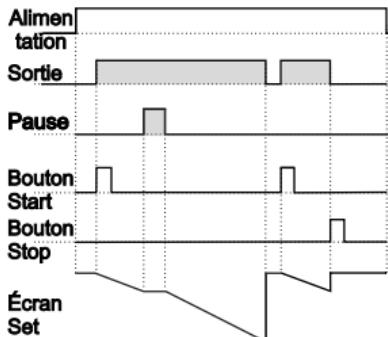

Figure 1.1
1.1.1 Si le décomptage est **dEct** = 1 et que **outF** est **o-n**, le schéma de commande sera celui illustré à la figure 1.1